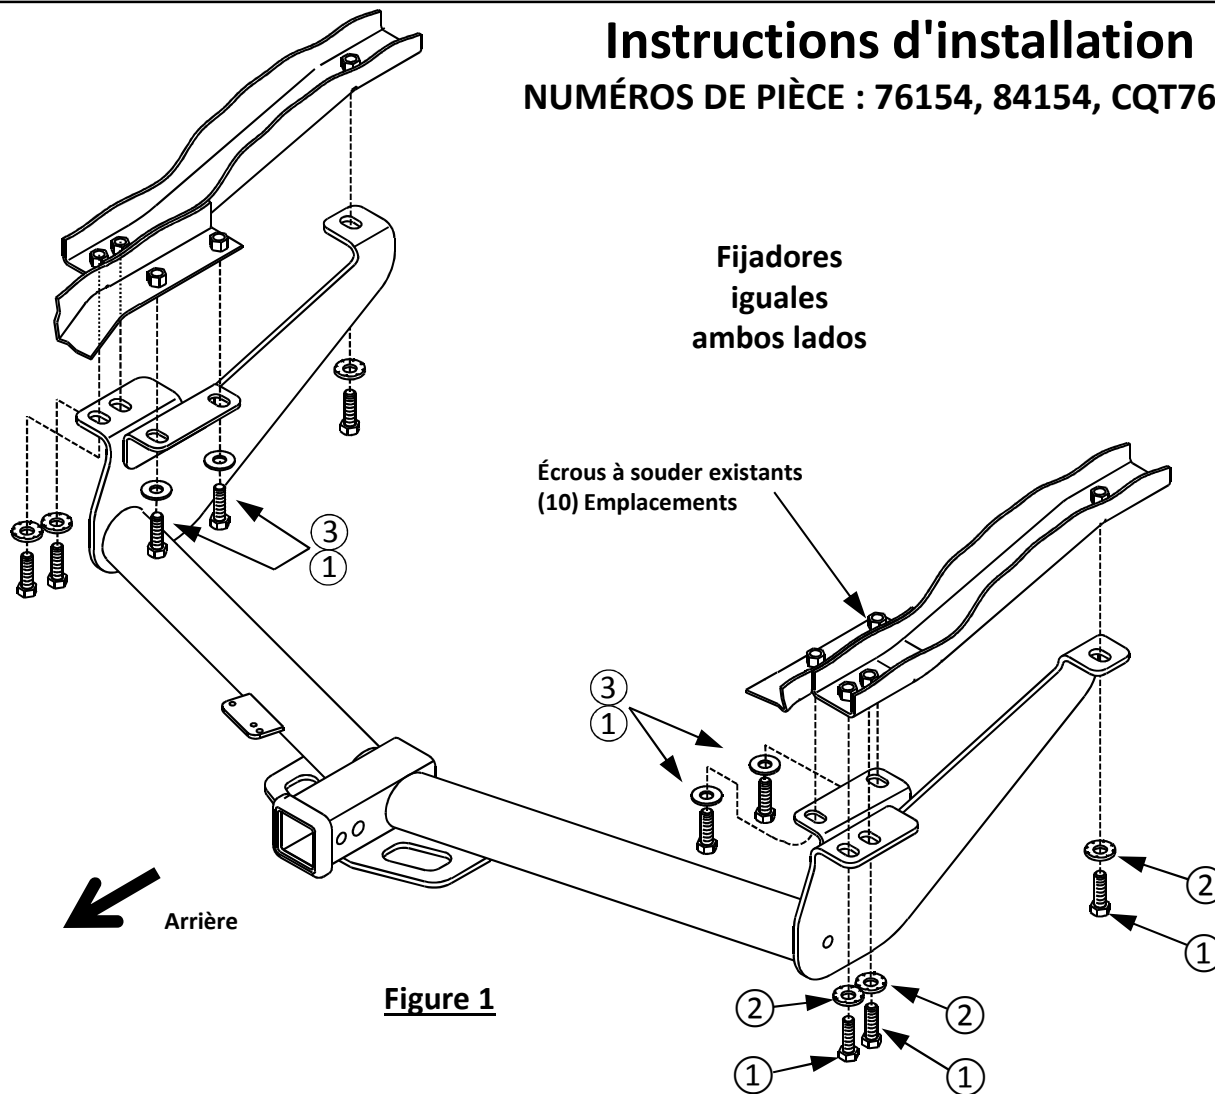

Figure 1
- 2. Install hitch** – Raise the hitch into position, raising the passenger's side hitch bracket above the exhaust first, then raise the driver's side into position. Using the supplied hardware, install the M12 bolts, conical toothed washers, and hardened flat washers as shown. **See Figure 1.**
2. **Install hitch** – Raise the hitch into position, raising the passenger's side hitch bracket above the exhaust first, then raise the driver's side into position. Using the supplied hardware, install the M12 bolts, conical toothed washers, and hardened flat washers as shown. **See Figure 1.**
- Installer l'attelage** – Soulever l'attelage en position au-dessus du premier échappement en commençant par le support d'attelage du passager, puis soulever le côté conducteur en place. En utilisant la visserie fournie, poser les boulons M12, les rondelles dentées coniques et les rondelles plates durcies comme illustré. **Consulter la figure 1.**
2. **Installer l'attelage** – Soulever l'attelage en position au-dessus du premier échappement en commençant par le support d'attelage du passager, puis soulever le côté conducteur en place. En utilisant la visserie fournie, poser les boulons M12, les rondelles dentées coniques et les rondelles plates durcies comme illustré. **Consulter la figure 1.**